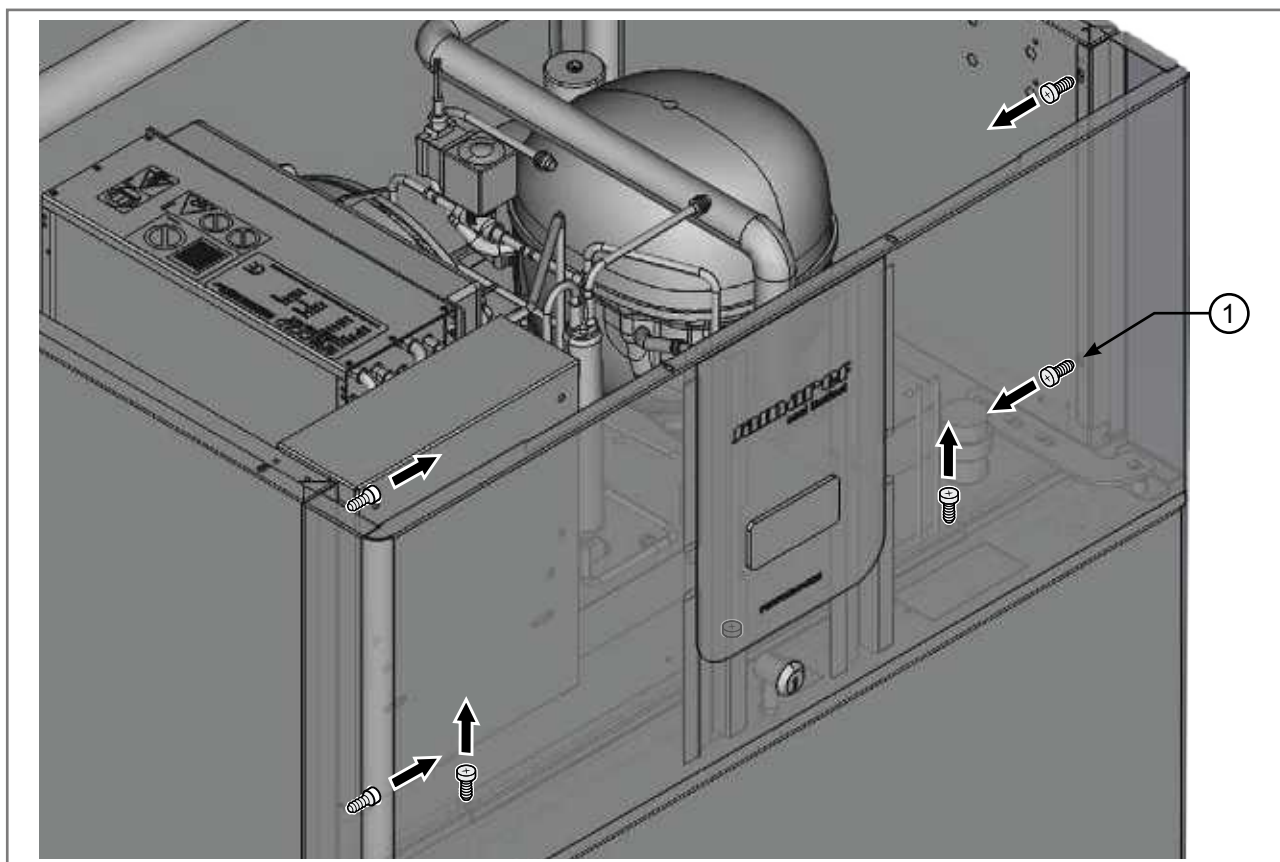

Abb. 3.14 - Abdeckung des Antriebs
- Die 6 Schrauben (1 – Abb. 3.14) des oberen Abdeckblechs lösen